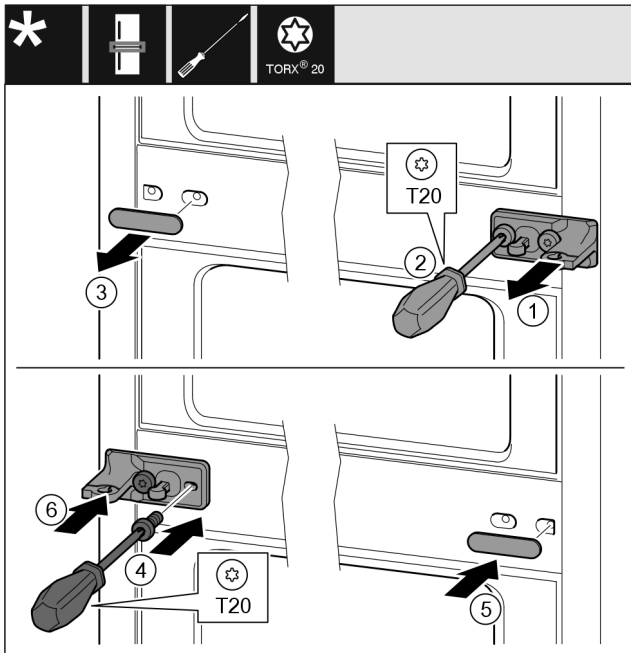

Fig. 29
- Hiqni kapakun Fig. 29 (1).
- Lironi vidat Fig. 29 (2) me një kaçavidë.
- Hiqni me kujdes kapakun mbulues Fig. 29 (3).
- Mbërtheni fort bazamentin mbështetës me pllakë Fig. 29 (4) në anën tjetër të rrotulluar me 180°.
- Vendosni kapakun mbulues Fig. 29 (5) në anën tjetër, të rrotulluar me 180°.
- Shtyni kapakun Fig. 29 (6) brenda nga përpara.